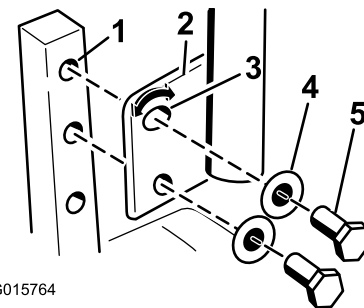

Bild 30
- Entfernen Sie die zwei Schrauben und zwei Scheiben, mit denen der Schalthebel an der Schalthebelarmwelle befestigt ist (Bild 30).
- Setzen Sie den Schalthebel in die nächste Lochposition. Befestigen Sie den Hebel mit den zwei Schrauben und zwei Scheiben (Bild 30).